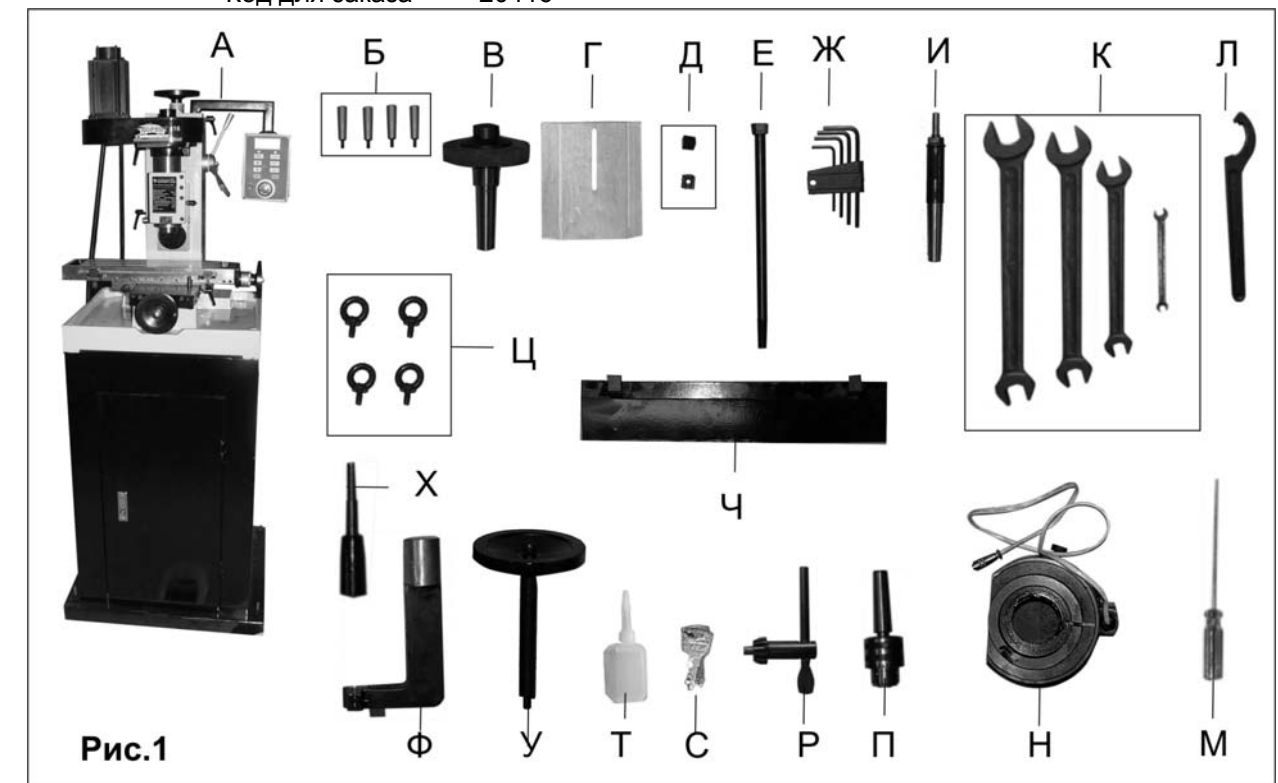

Рис.1
3. КОМПЛЕКТНОСТЬ СТАНКА (Рис.1)
6.4. Производите строповку за четыре рым-болта (Ц), Рис.1, которые вкручиваются в резьбовые отверстия (2), Рис.2, в соответствии со схемой строповки (см. раздел 18).